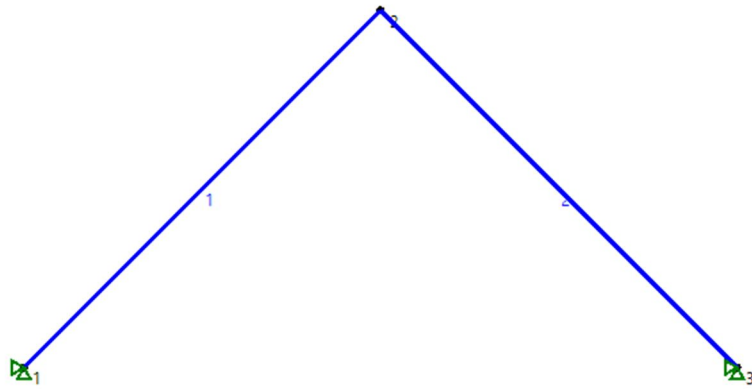
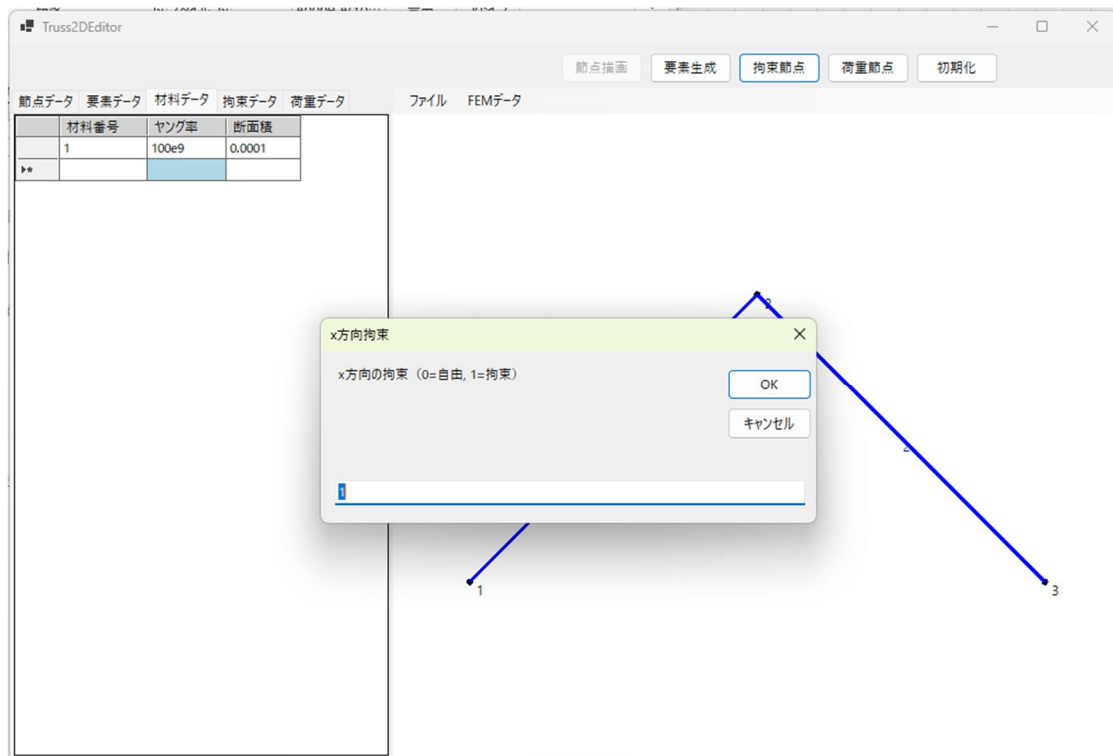

図 10 拘束節点記号の表示
図 11 拘束節点の指定と拘束方向の入力
2.3節の材料データの書き換えを行ったあとに、「拘束節点」のボタンを押し、続いて拘束したい節点（本問題では節点1と節点3を完全拘束（x,y方向の変位を拘束）するものとする）付近にマウスカーソルを移動して左クリックする。すると、図10のように、x方向の拘束の有無を尋ねられるので、1（デフォルト）の入力のままにして「OK」を押す。続いてy方向についても同様に1のままにしてOKを押すと、図11のように節点1および節点3に拘束を表す三角形記号△などが表示される。